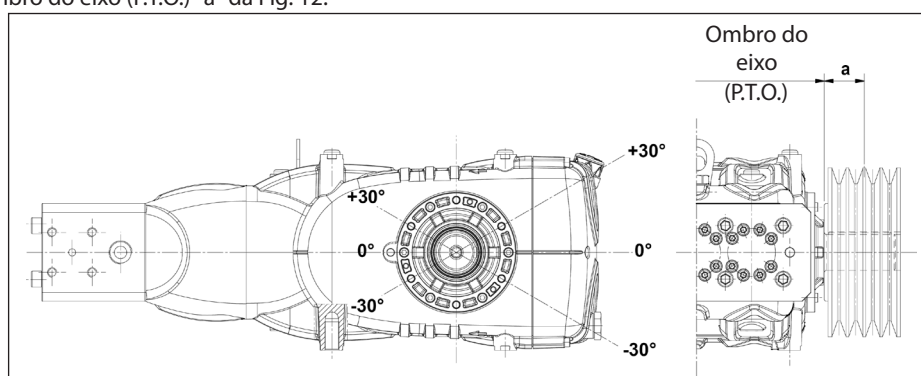

Fig. 12
A transmissão é considerada adequada se tal carga é aplicada a uma distância máxima de **a = 40 mm** do ombro do eixo (P.T.O), conforme indicado na Fig. 12.
- b) Use correias de alto rendimento - por exemplo **XPB** ao invés de **SPB** - pois resultará necessário uma quantidade inferior de correias com a mesma potência transmitida e uma consequente distância inferior do resultante em relação ao ombro do eixo (P.T.O.) "a" da Fig. 12.
- e) Siga a direção da tensão da correia, conforme indicado na Fig. 12 para exigências diferentes, contate o **Departamento Técnico** ou o **Serviço de Assistência ao Cliente**.